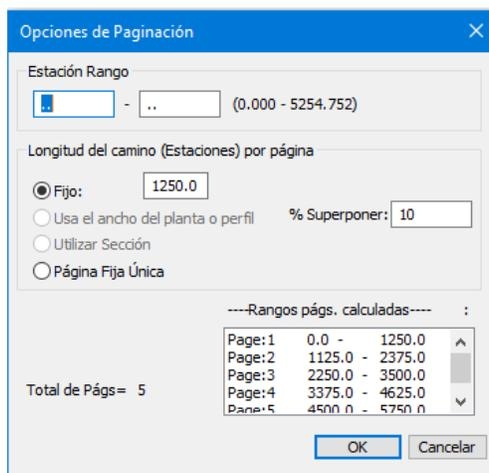

Figura 22-3: Opciones de Paginación
- Digite un valor de “% *Traslapado (overlap)* de **10** como se muestra abajo en la Figura 22-3.